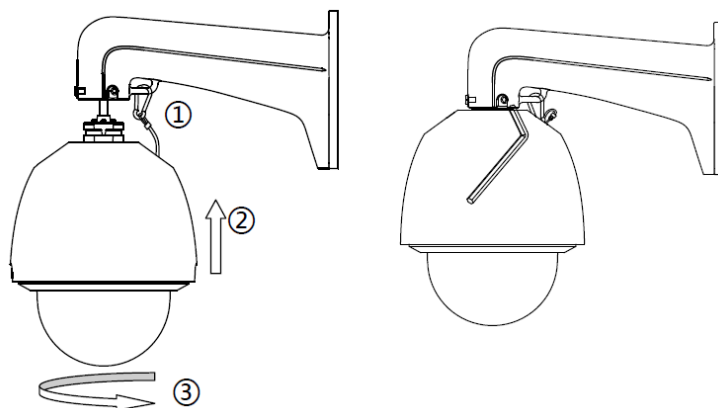

図 1-16 スピードドームの取り付け
1. 安全ロープをスピードドームに掛け、図 1-16(左)に示すようにマウントに引っ掛けます。
5. 図 1-16(右)に示すように、六角レンチで2本の固定ネジを締めます。